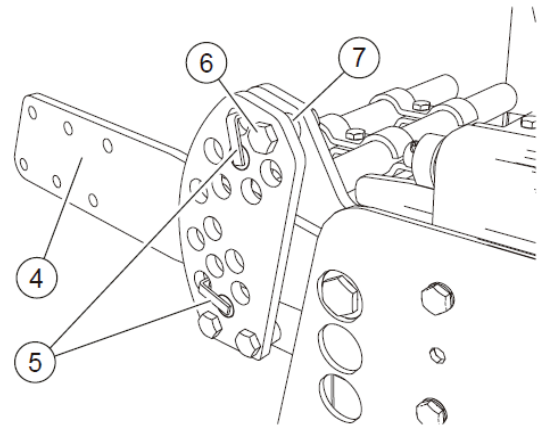

FIG. 10
- Lossa skruvarna (6, "fig. 10"). Ta bort distansplattan (7). Ta bort saxpinnen och den övre sprinten (5). Sänk ner armen (4) tills den vilar mot den undre sprinten (5). Skjut in den övre sprinten (5) i det första fria hålet i armen. Säkra sprintarna med saxpinnarna.